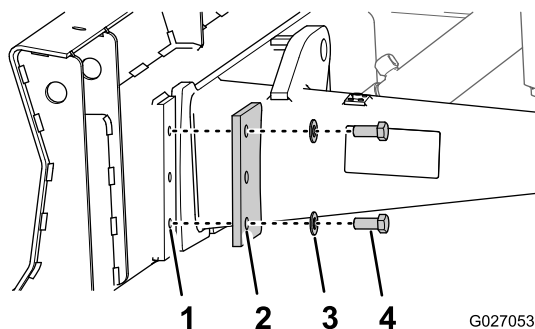

Figure 34
3. Fixez la lame de remblayage sur la plaque de montage à l'aide de 2 plaques de maintien et 4 boulons (5/8 x 1-1/2 po) et 4 rondelles (5/8 po), puis serrez les boulons à la main (Figure 34).